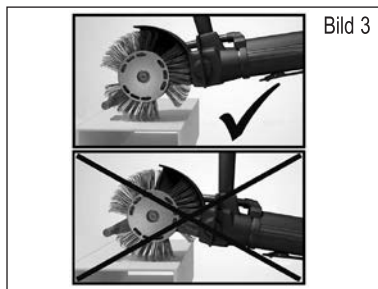

Bild 3
5. För att uppnå högsta möjliga effekt, måste man se till att accelerationsstaven förs nära ytan som ska bearbetas. Om avståndet mellan accelerationsstaven och ytan är alltför stor avtar effekten märkbart. **Se bild 3.** En detaljerad beskrivning av arbetssättet för Bristle Blaster® finns på **den medföljande DVD-skivan eller under www.monti.de**